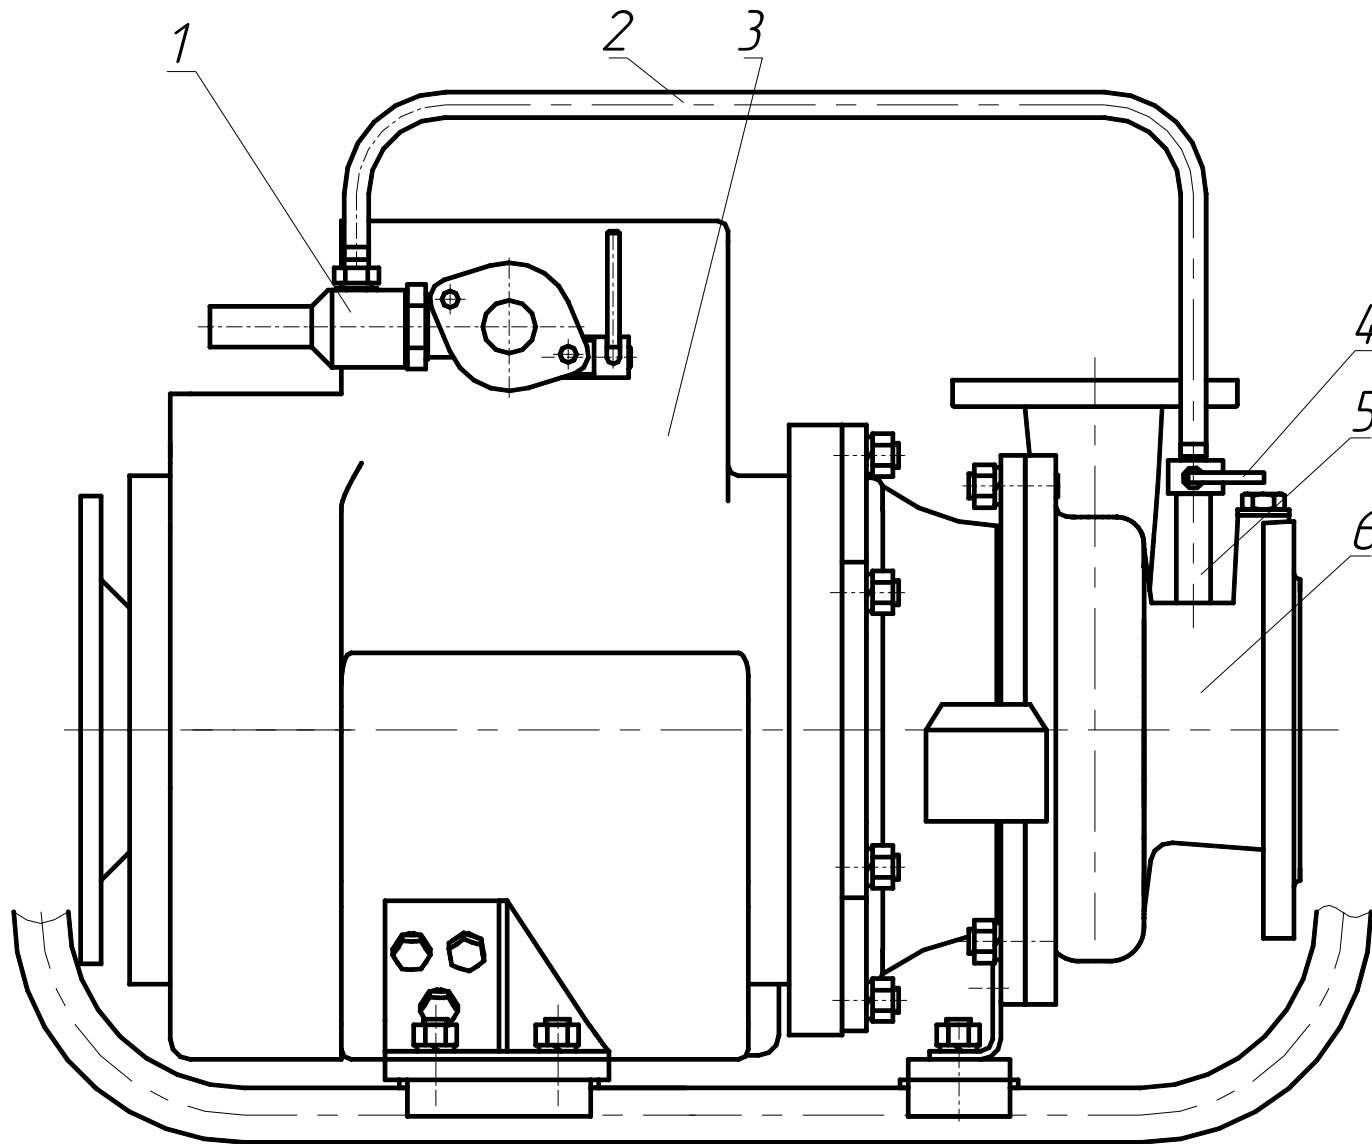

Рисунок 3 - Схема подключения газоструйного аппарата
- отсоединить шланг 2 (рисунок 3)